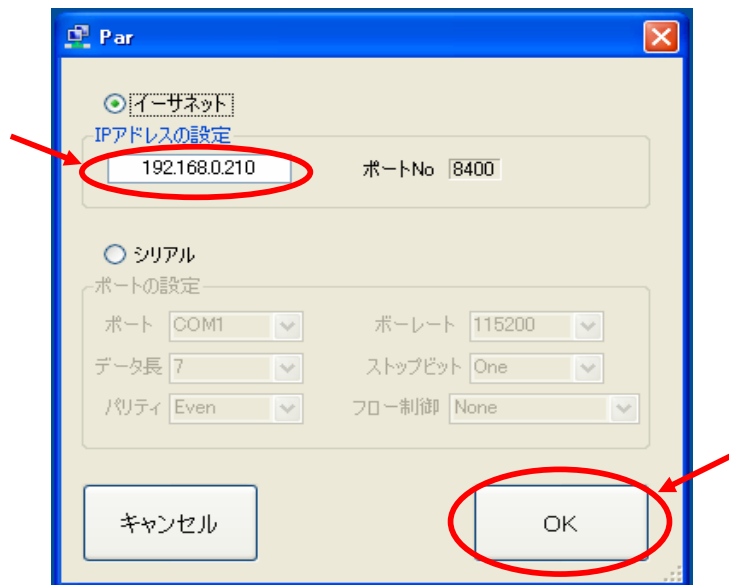

図5
通信パラメータの画面が表示されます。(図5)
3. 「イーサネット」を選択し、「IPアドレスの設定」で値がAS-8400のIPアドレスと一致していることを確認します。(図5)
一致していれば「OK」を押します。異なっていれば「IPアドレスの設定」の値を変更し「OK」を押します。(図5)